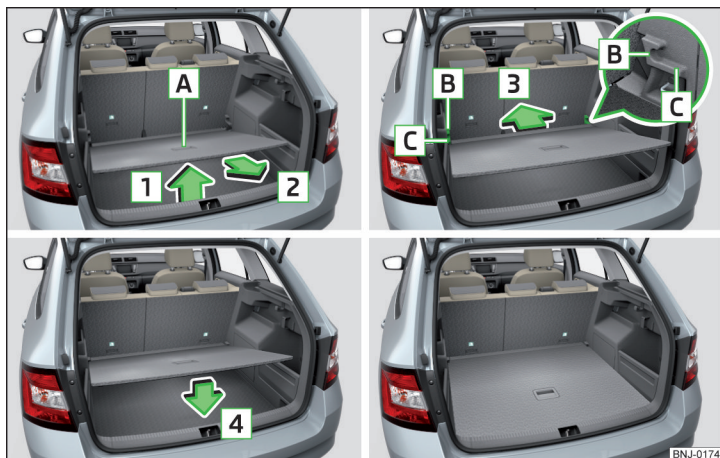

Fig. 106 Regolazione del piano di carico variabile nella posizione superiore
- Afferrare la maniglia **A** » fig. 106 del piano di carico variabile.